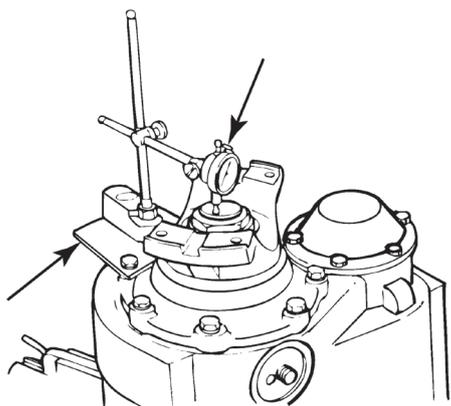

Figura 5.85
- B. Use um relógio comparador com base magnética ou um base fixadora para verificar a folga do rolamento de entrada. Verifique se o ponteiro do relógio comparador está tocando o topo do eixo de entrada. Acerte o relógio comparador em ZERO. Figura 5.85.